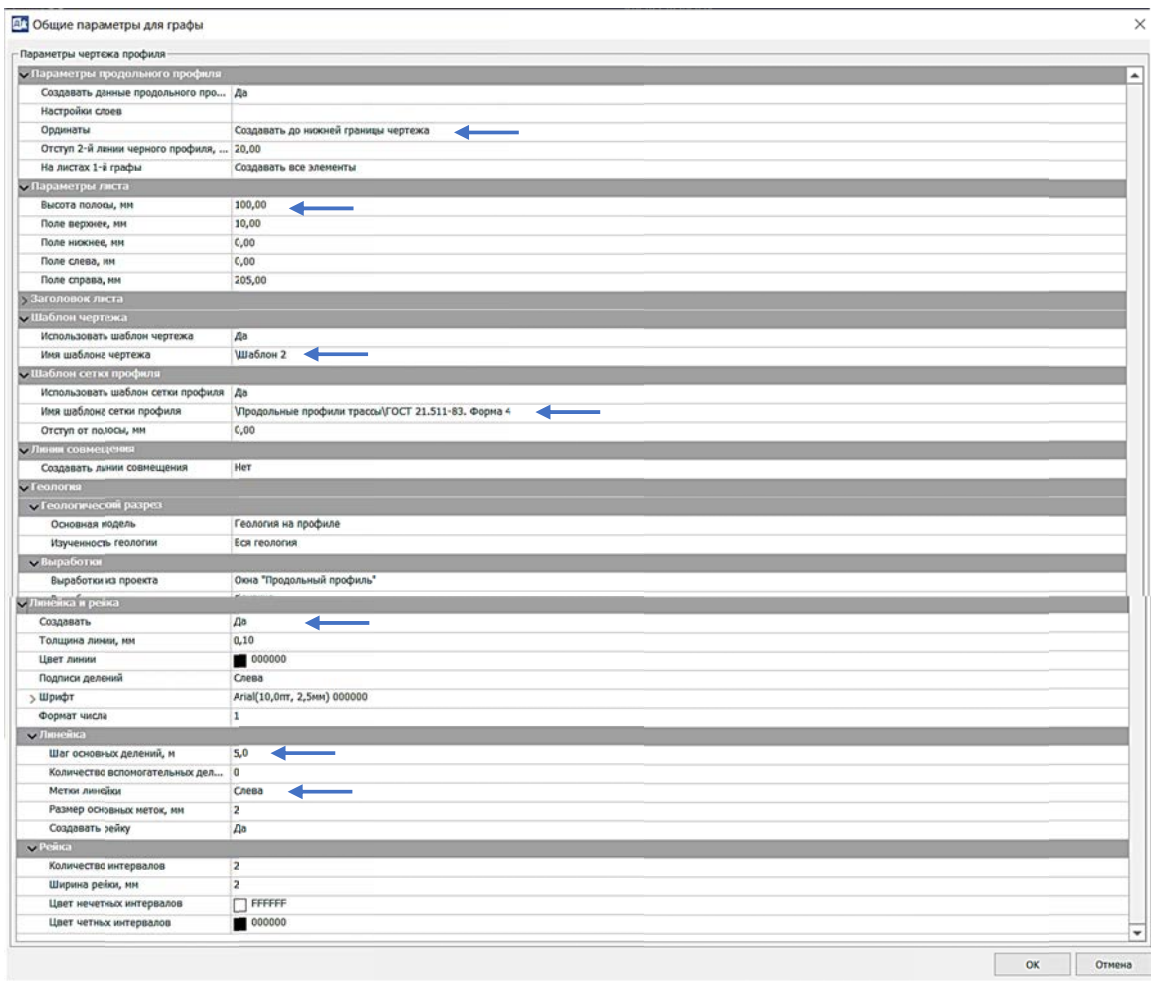

Рис. 6.23. Диалог «Общие параметры для графы»
– В открывшемся диалоге **Общие параметры для графы** выполните по согласованию с преподавателем настройку необходимых параметров, оставив некоторые пункты по умолчанию (рис. 6.23).